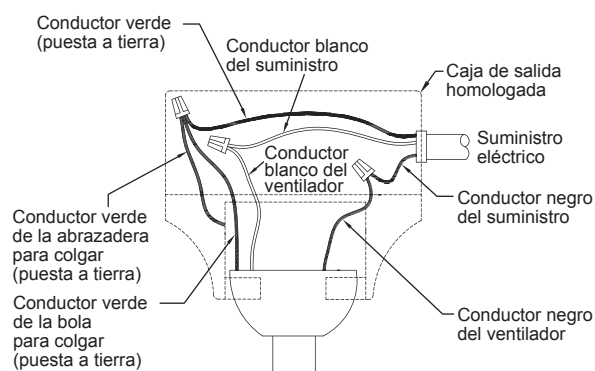

Figura 2
2. Coloque y ajuste firmemente la cubierta para el tornillo de la base sobre los tornillos de reborde de la abrazadera para colgar mediante el mecanismo de seguro por giro del chavetero. (Figura 2)